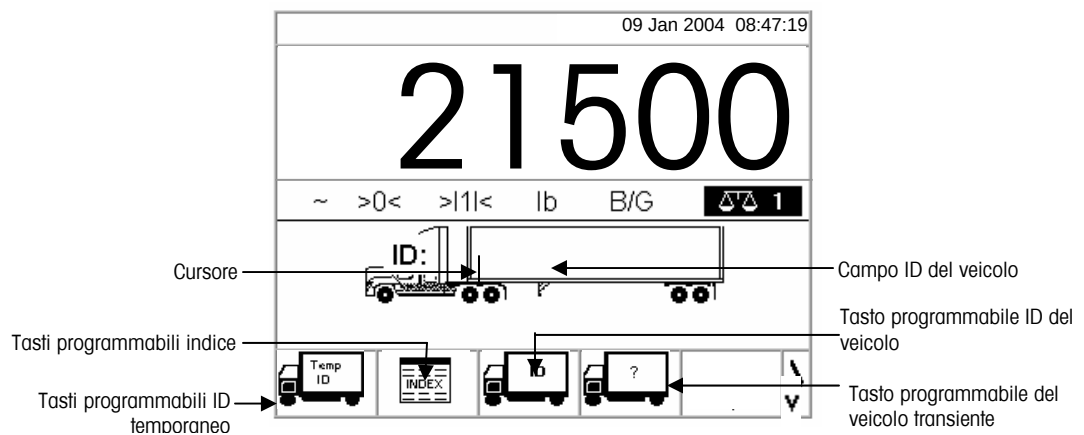

Figura 2-7: Schermata di pesa predefinita
1. Dalla schermata di pesa predefinita, premere il tasto freccia GIÙ GIÙ per visualizzare tutti i tasti programmabili disponibili (vedere Figura 2-7).